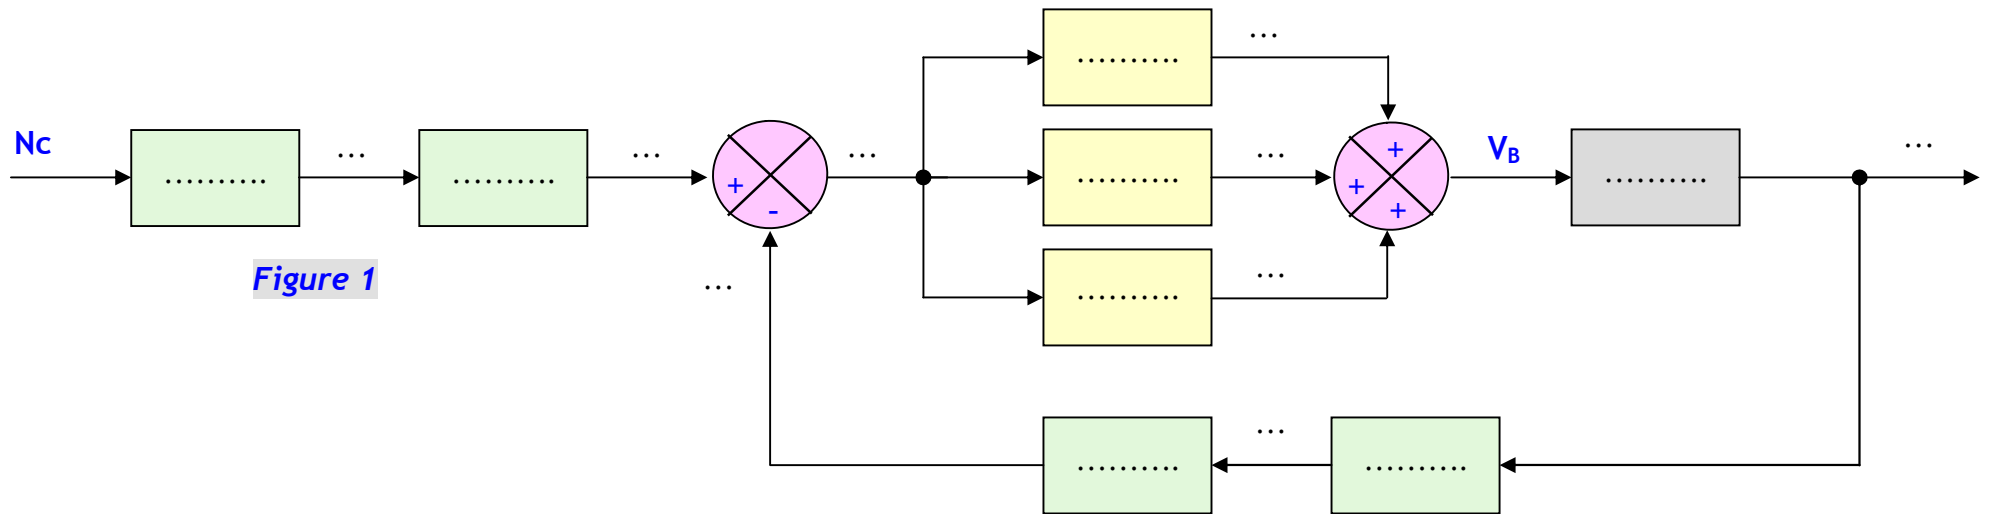

Figure 1
1. Répondre sur le document DREP 16 page 42 - Figure 1 - ;